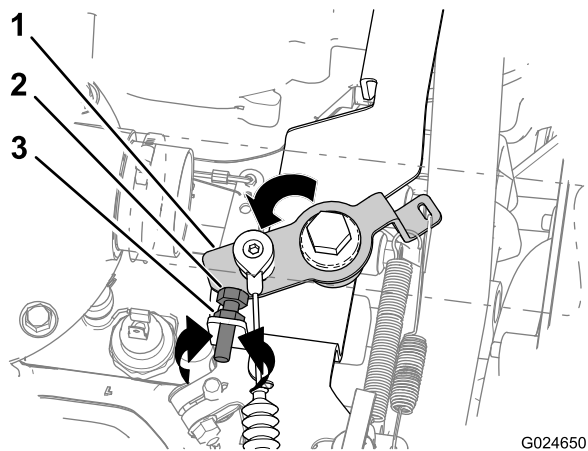
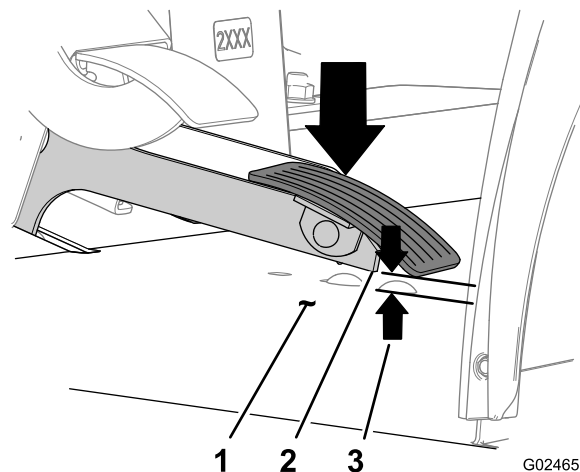

Figura 40
Figura 41
- Spostate la leva a squadra dell'acceleratore contro il fermo della minima accelerata (Figura 40).
- A. Allentate il controdado che fissa il fermo della minima accelerata (Figura 40).
- In senso orario per ridurre il regime del motore (Figura 40).
- In senso antiorario per aumentare il regime del motore (Figura 40).
- C. Serrate il controdado (Figura 40).
- D. Spostate la leva a squadra contro il fermo della minima accelerata (Figura 40).
1. Spostate la leva a squadra contro il fermo della minima accelerata e mantenetelo premuto in posizione (Figura 40).
2. Misurate lo spazio che intercorre tra il pedale dell'acceleratore e il pavimento sotto il pedale (Figura 41).
3. Se lo spazio tra il pedale dell'acceleratore e il pavimento (Figura 41) è maggiore o minore di 6,35 mm, procedete come segue tenendo premuta la leva a squadra contro il fermo della minima accelerata (Figura 40):